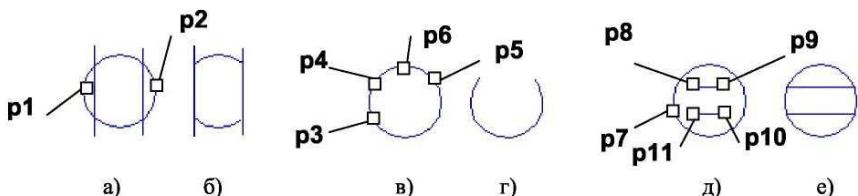

Рис. 4.10. - Примеры удаления фрагментов объектов
- 3) Указать точки **p1** и **p2**, находящиеся на оси отражения (рис. 4.10 б).
- Оставить указанный участок. На рис. 4.10 а, б после указания точек p1 и p2 удаляются соответствующие дуги окружностей.
- **Усечь кривую двумя точками.** Команда удаляет часть объекта, ограниченную двумя произвольно заданными точками. Команда удобна в тех случаях, когда редактируемый объект имеет много пересечений с другими объектами. В команде необходимо указать редактируемый объект (точку **p3**), а затем задать на нем две точки (**p4** и **p5**), определяющие нужный участок. Он будет удален или оставлен в соответствии с установками переключателей. На рис. 4.10 в отражен порядок указания точек **p3**, **p4**, **p5** и **p6** на окружности для получения изображения, представленного на рис. 4.10 г.
- **Выровнять по границе.** Команда осуществляет продление объектов до границы выравнивания или усечения по ней. Необходимо вначале указать объект - границу, а затем постепенно по одному объекту из тех, которые надо выровнять. Выравнивание объекта осуществляется со стороны указания его. Чтобы перейти к выравниванию по другой границе, используйте кнопку - **Указать заново** на панели **Специального управления**. На рис. 4.10 д показана последовательность указания точек **p7**, **p8**, **p9**, **p10** и **p11** на окружностях и отрезках для получения изображения, представленного на рис. 4.10 е.